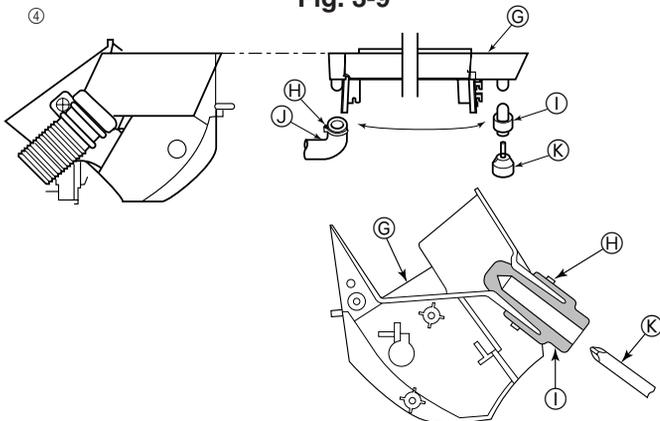

Fig. 3-10
- ④ Le tuyau d'écoulement peut être raccordé à deux endroits différents. Utiliser la position la plus adéquate et, si nécessaire, échanger les emplacements du plateau d'écou-lement, de l'embout en caoutchouc et du tuyau d'écoulement. (Fig. 3-10)